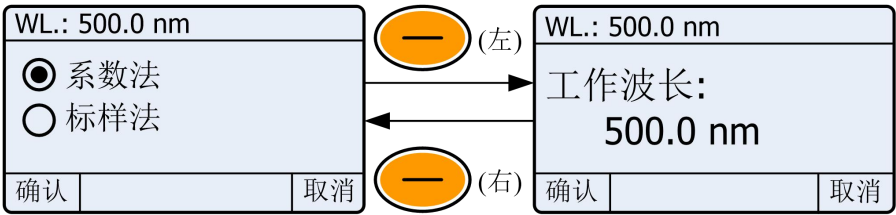

图 4-5
- 1) 选取系数法。△、▽ 选择 “建立曲线”，△、▽ 选择 “系数法”（图 4-5）；